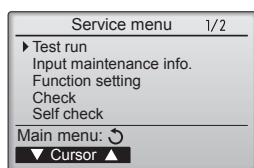

Fig. 7-3
- ③ Wählen Sie „Test run“ (Testlauf) mit einer der Tasten [F1] und [F2], und drücken Sie die [ZURÜCK]-Taste. (Fig. 7-3)